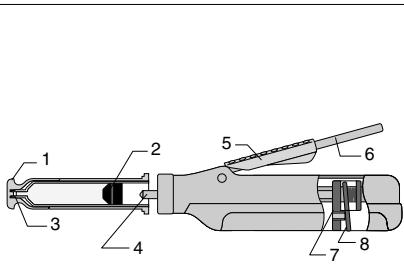

Fig. 1
8. Lösehebel (Fig. 1)
- Palanca de liberación (Fig. 1)